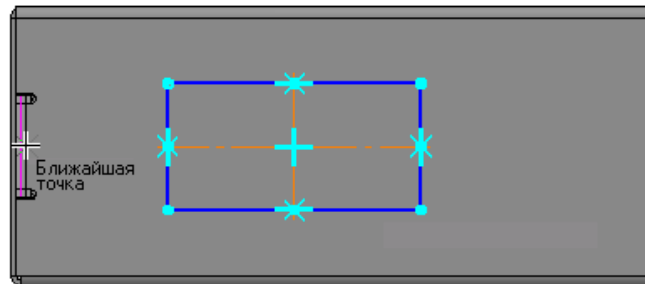

Рисунок 50.
- С помощью привязки Ближайшая точка постройте на вертикальном ребре вспомогательную точку (рис. 50).